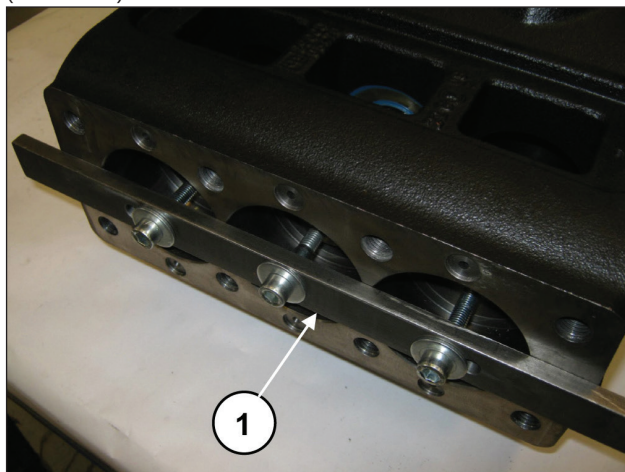

图 19
将半连杆向液压部分的方向完全前移，使之从曲轴中出来。为方便操作，可使用专用工具 (代码27566200)，(① · 图 19)。